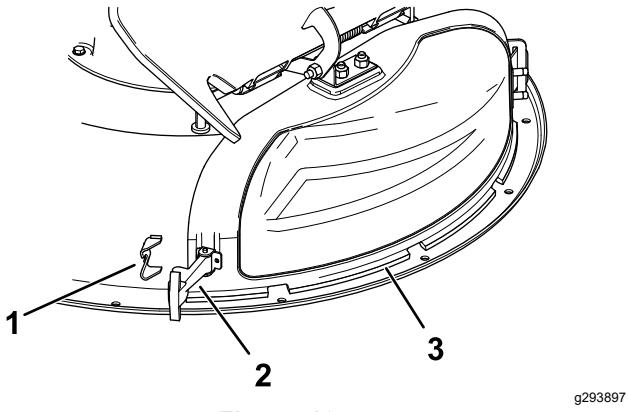

Figura 12
3. Solte o trinco flexível do fixador do trinco na cobertura de descarga e rode a cobertura de descarga para a direita (Figura 12).
- Prenda a cobertura de descarga à plataforma encaixando o trinco flexível na cobertura de descarga no retentor na plataforma (Figura 12).